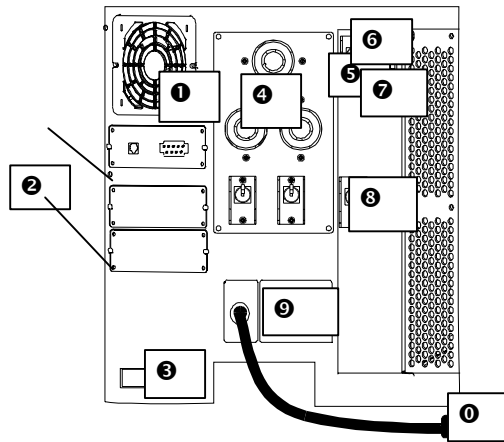

Abbildung 3: Symmetra RM/Rückansicht (abgebildete Version: 200/208 VAC / L1-L2-G)
Schaltfeld/Stromverteilung (PDU) ❹: Die Bauart der Schalttafel (PDU) hängt vom Spannungsbereich des Symmetra RM ab. Abbildung 3 zeigt ein Symmetra RM mit einem 200/208 VAC (L1-L2-G) PDU. Es enthält eine L6-30- und zwei L6-20-Steckdosen. Das 220/230/240 VAC (L1-N-G) PDU enthält acht IEC C13- und zwei IEC C19-Steckdosen. Abbildung 6, Seite 17, zeigt die beiden PDU-Schalttafeln. Die PDU-Schalttafel kann vor Ort von einem qualifizierten Techniker oder Elektriker ausgewechselt werden.